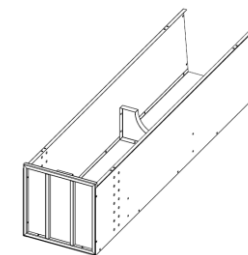

рис. 3
5.3. Присоединить крепление баллонов к боковым и задней стенкам (рис. 3). Верхнее крепление имеет крючки для установки цепи.